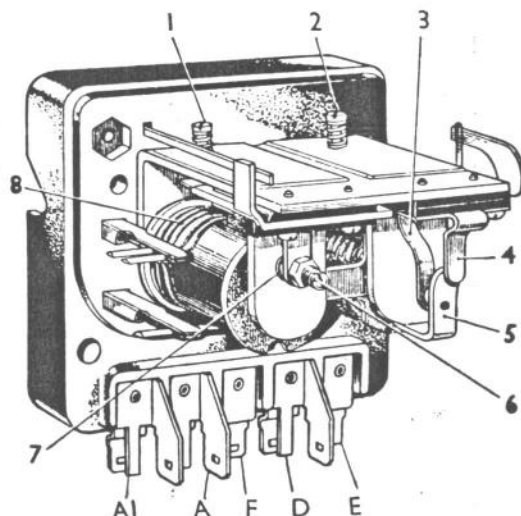

Fig. 9.4.—Elementos de la caja de control (grupo de regulación).
Desconectar los cables de los bornes A y A1 (fig. 9.4.) y unirlos.
- girar el tornillo de reglaje 1 (fig. 9.4.); girando hacia la derecha se eleva el voltaje para reducirlo, girar en sentido contrario.